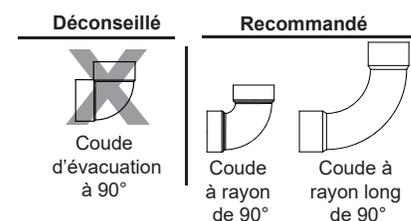

Figure 16 - Coudes corrects/incorrects
- Ne pas utiliser de coudes de 90° à rayon serré. Les coudes standard et à rayon long sont acceptables. Voir Figure 16.